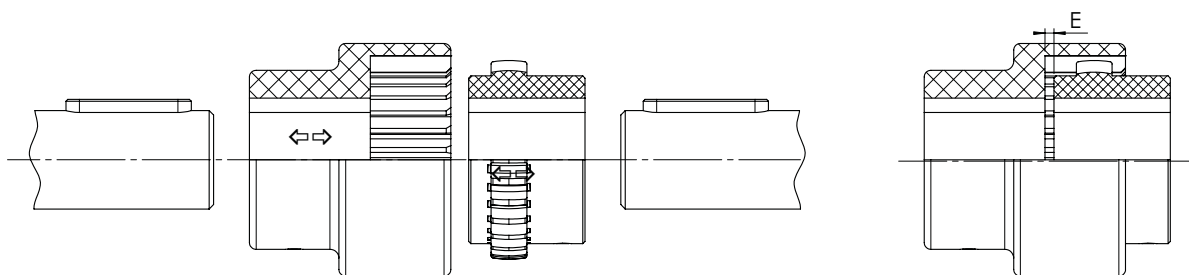

Figura 4-4 - Giunto SITEX® Nylex esecuzione CV montaggio
- Avvicinare motore e utilizzatore fino all'ottenimento della quota E (vedi FIGURA 4-4 - SITEX® Nylex esecuzione CV: montaggio e TABELLA 4.2)